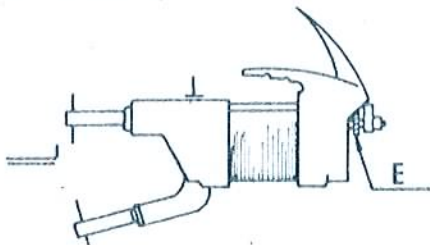

Abb. 5
b) Dieser Abstand kann durch Ausklinken des beweglichen Armes verdreifacht werden. (Abb. 5 und 6).